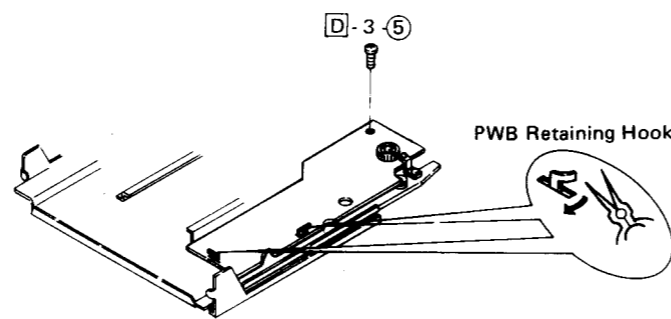

Figure 7-2
- (5) Remove one screws from the Junction P.W.B. and straighten its hooking part by using a needle nose Pinchers and take the Junction P.W.B. off. See Fig. 7-2.
- (5) Drei Schrauben von der Relais-Leiterplatte entfernen, ihren Hakenteil mit einer kleinen Zange geraderichten und die Relais-Leiterplatte abnehmen. Siehe Abb. 7-2.
- (5) Déposer les trois vis de la PMI du relais, redresser sa partie de crochitage en utilisant de petites pinces et déposer la PMI du relais. Voir la Fig. 7-2.